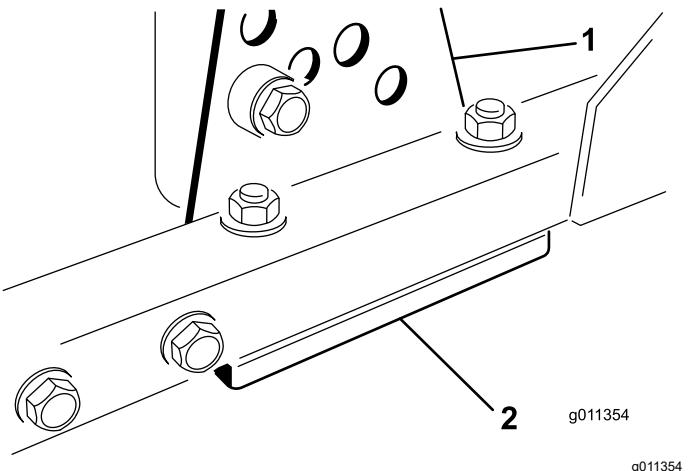

Figura 96
1. Retire o suporte da altura de corte (frente, esquerda ou direita) da estrutura da unidade de corte (Figura 96).
2. Ajuste os calços de 1,5 mm e/ou de 0,7 mm entre a estrutura da unidade de corte e o suporte para obter a definição de altura pretendida (Figura 96).